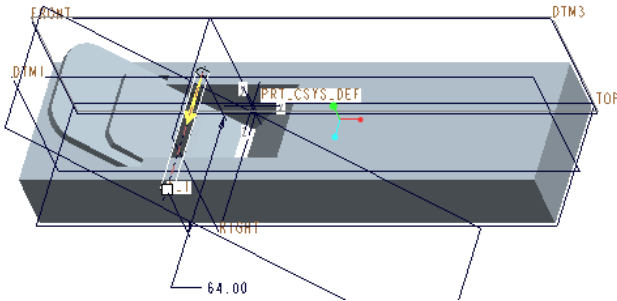
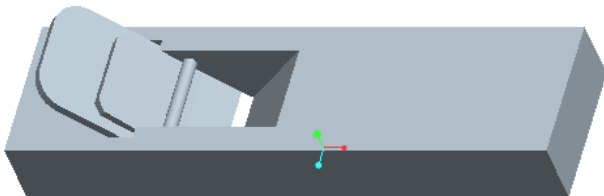

図 4-66 DTM3 から押し出した円柱
図 4-67 円柱の完成
- ・ 「保存したビューリスト」 から「標準方向」を選択すると図 4-66 に示すように円柱が押し出されるので「フィーチャー完了」 をクリックする、ツール ビュー シェードを選ぶと図 4-67 のように完了する。